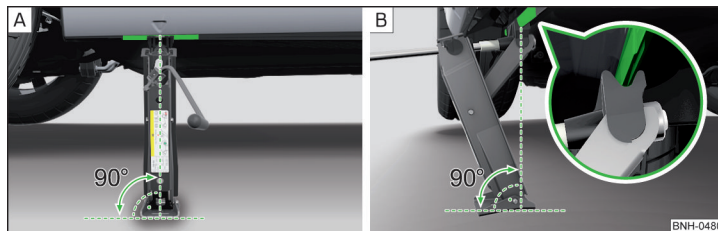

Abb. 243 Wagenheber ansetzen
- Die Grundplatte des Wagenhebers mit der gesamten Fläche auf einem geraden Untergrund stellen, sodass sich der Heber in senkrechter Position zum Aufnahmesteg befindet » Abb. 243 - **[A]**.
- Den Wagenheber mit der Kurbel so weit hoch drehen, bis die Klaue des Hebers den Steg umfasst » Abb. 243 - **[B]**.